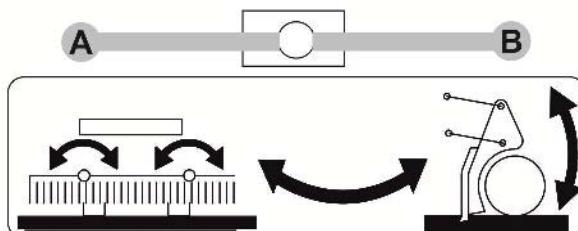

Рис. 98
1. Установите шаровой кран (Рис. 98/1) в положение **B**.
5. Установите шаровой кран (Рис. 98/2) в положение **A**.